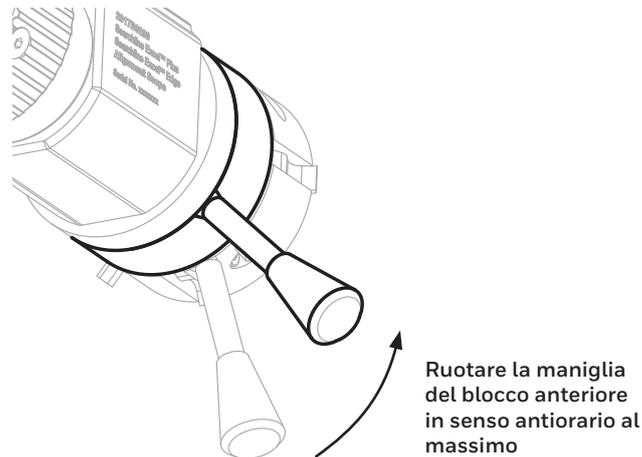

Figura 32. Impostazione della posizione iniziale della maniglia del blocco anteriore
All'inizio, assicurarsi che la maniglia del blocco anteriore sia ruotata in senso antiorario al massimo e che i distanziatori del cannocchiale di allineamento siano allineati con precisione con lo spazio libero sull'involucro dello strumento prima di bloccare il raccordo. Fare riferimento alla Figura 32.
1. Assicurarsi che la maniglia del blocco anteriore sia ruotata in senso antiorario al massimo (vedere la Figura 32). Questo spingerà all'interno i distanziatori del cannocchiale di allineamento.